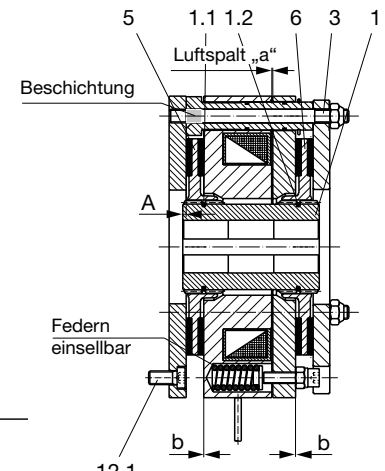

Bild 12
- Das Maß „A“ (Bild 12) ist einzuhalten.
1. Zahnnabe KO (1) gemäß Bild 12 auf Welle montieren, **Maß „A“ nach Bild 12 beachten, auf ganze Traglänge der Passfeder achten**, und axial sichern (z. B. mit einem Sicherungsring).
2. Evtl. Flanschplatte (12) mit Hilfe der Zylinderschrauben (12.1) montieren (Anzugmoment beachten).
3. Rotor 1 (5) von Hand mit leichtem Druck über O-Ringe (1.1 und 1.2) auf Zahnnabe (1) schieben (Rotorbund zeigt von Maschinenwand bzw. Flanschplatte weg). Auf Leichtgängigkeit der Verzahnung achten.